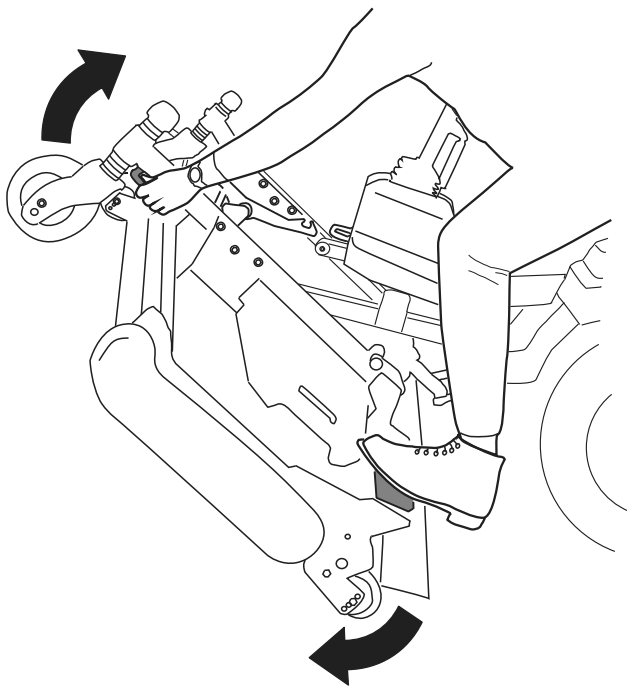
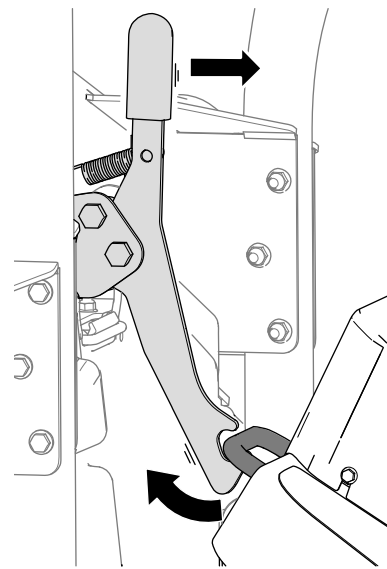

Bild 36
Bild 38
5. Drehen Sie das Mähwerk (Bild 36) so, dass die Verriegelung in die Befestigungshalterung (Bild 37) einrastet.
1. Lösen Sie die Verriegelung des Mähwerks von der Befestigungshalterung (Bild 38), indem Sie das Mähwerk leicht nach vorne drehen (siehe Bild 36) und den Verriegelungsgriff nach vorne ziehen.